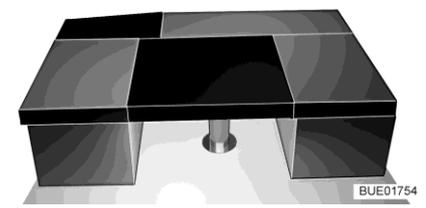

Bild 160 Nach dem Umbau
- Das rechteckige Zusatzpolster auf den Tisch legen (zwischen die Sitzpolster der Sitzbänke, siehe Bild 160).